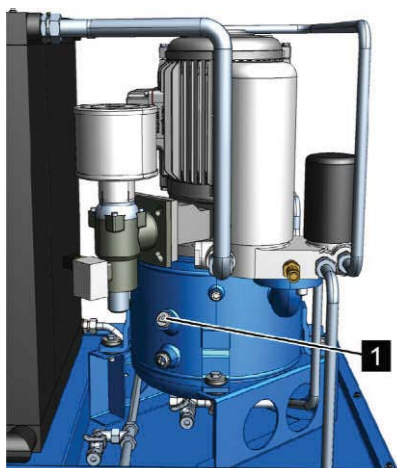

Рис. 35: Резьбовая пробка наливного отверстия
5. Отверните резьбовую пробку наливного отверстия (Рис. 35/1), извлеките ее и проследите за тем, чтобы не потерялось уплотнительное кольцо.
10. Вставьте резьбовую пробку горловины (Рис. 35/1) и затяните ее ☞ Приложение В «Моменты затяжки винтов» на странице 120.